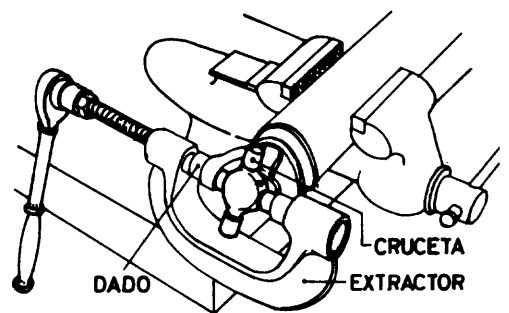

Fig. 2
- c Extraiga los dados usando una prensa o extractor (fig. 2) y retire la cruceta.